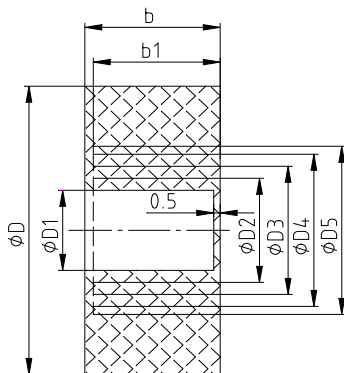

图3
7.3.1 电源引入电缆的外径要与密封圈的孔径相符，密封圈材质为橡胶 **XH-21**，规格及尺寸见图 3、表 3（可根据引入电缆外径大小剥去密封圈同心圆）。配合直径差不大于 1mm，当压紧接线盒斗后，应保证密封圈与电缆之间以及密封圈与接线盒之间无间隙，否则将失去隔爆性能。